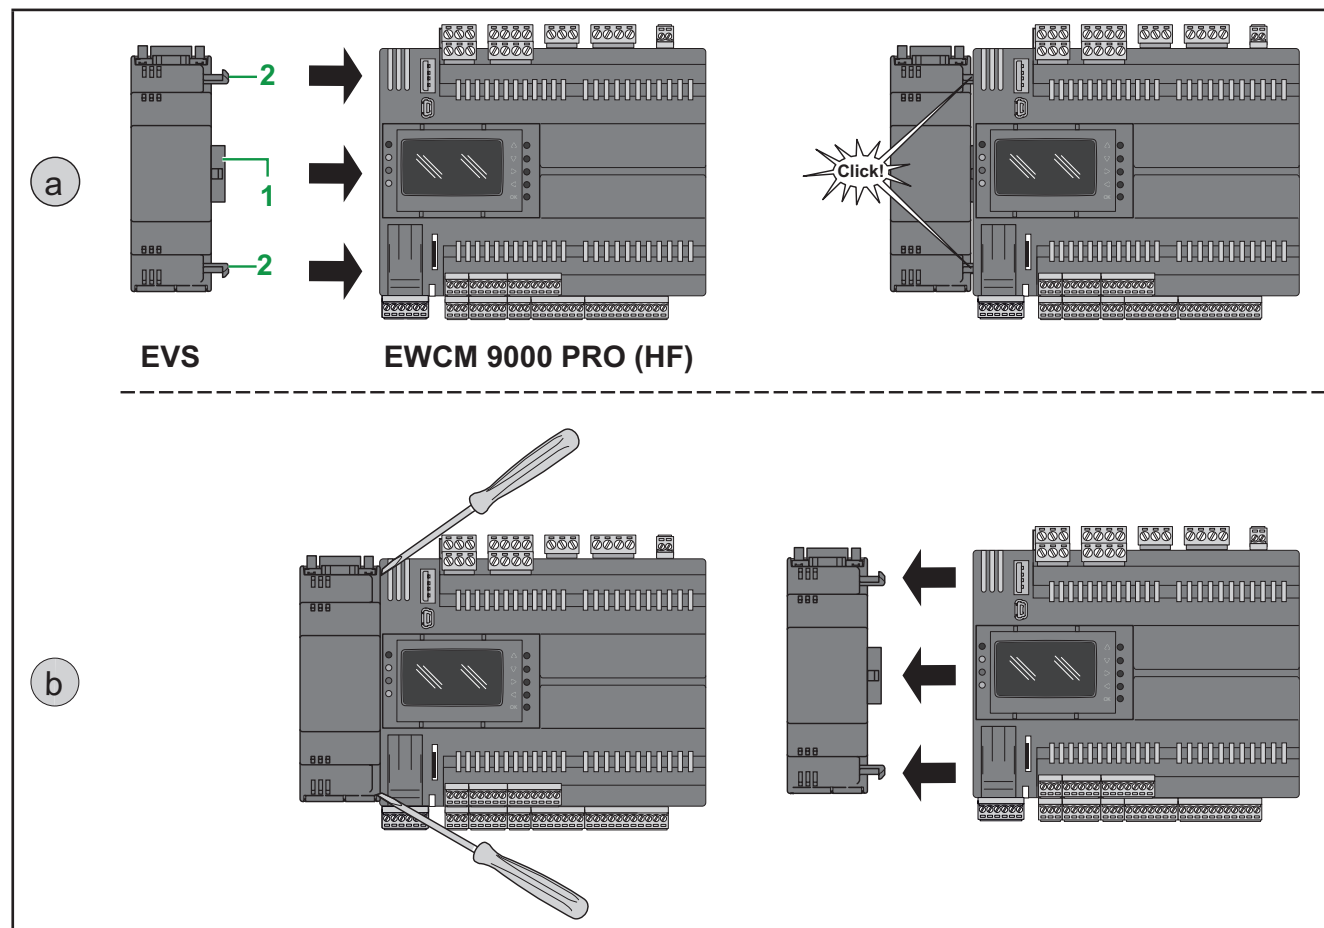

Fig. 14. Montaje (a) / Desmontaje (b) de los módulos de comunicación EVS
Los módulos de comunicación **EVS** son módulos 2DIN que es posible conectar con un control **EWCM 9000 PRO** (ver **Fig. 14 en la pág. 28**) para aumentar el número y los tipos de puertos de comunicación.
1. mediante el conector del módulo de comunicación (ver el elemento 1 en la **Fig. 14 en la pág. 28**),
2. con los dos ganchos de fijación (ver los elementos 2 en la **Fig. 14 en la pág. 28**) donde está fijado el módulo de comunicación.